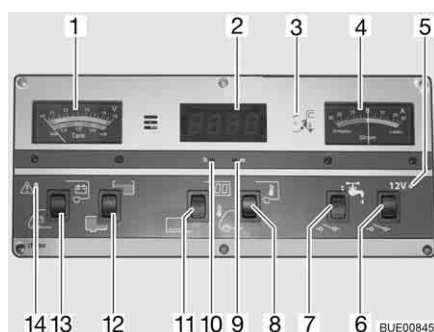

Bild 152 Panel IT 994
Med instrumentet V/tank (Bild 152,1) avläses den övre skalan. Instrumentets belysning tänds automatiskt när en knapp trycks in.
- Vippkontakten (Bild 152,13) trycks in nedtill: Startbatteriets spänning visas.
- Vippkontakten (Bild 152,13) trycks in upptill: Bodelsbatteriets spänning visas.
På instrumentet V/tank (Bild 152,1) avläses den undre skalan. Instrumentets belysning tänds automatiskt när en knapp trycks in.
- Vippkontakten (Bild 152,12) trycks in upptill: Vattenvolymen visas.
- Vippkontakten (Bild 152,12) trycks in nedtill: Avloppsvattenvolymen visas.
Den röda varningslampan ALARM (Bild 152,14) blinkar så snart spänningen i bodelsbatteri har sjunkit till under 11 V (mätning under pågående drift) och risk för djupurladdning föreligger.
- Vippkontakten (Bild 152,11) trycks in upptill: Visning av digitalur är inkopplad. Temperaturvisning är driftsklar.
- Vippkontakten (Bild 152,11) trycks in nedtill: Visning av digitalur och temperaturvisning är avstängda.
- Tryck i öppningen för timvisningen (Bild 152,10) med en spetsigt föremål, t. ex en pennspets, tills önskat timtal har nåtts.
- Tryck i öppningen för minutvisningen (Bild 152,9) med en spetsigt föremål, t. ex en pennspets, tills önskat minuttal har nåtts.
- Vippkontakten (Bild 152,8) trycks in upptill: Innetemperaturen visas.
- Vippkontakten (Bild 152,8) trycks in nedtill: Uttemperaturen visas.
På instrumentet ström (Bild 152,4) visas batteriströmmens flöde kontinuerligt. Instrumentets belysning tänds automatiskt när en knapp trycks in.
Med huvudbrytaren 12 V (Bild 152,6) kopplas panelen och bodelens 12 V-försörjning till eller från.
- Vippkontakten (Bild 152,6) trycks in upptill: 12 V-försörjningen för bodelen är påslagen. Kontrollampan (Bild 152,5) lyser grönt.
- Vippkontakten (Bild 152,6) trycks in nedtill: 12 V-försörjningen för bodelen är avstängd. Kontrollampan (Bild 152,5) slocknar.
Kontrollampan 12 V (Bild 152,5) lyser då huvudbrytaren 12 V (Bild 152,6) är inkopplad.
Den gula 230 V-kontrollampan (Bild 152,3) lyser när nätspänningen ligger på el-blockets ingång.